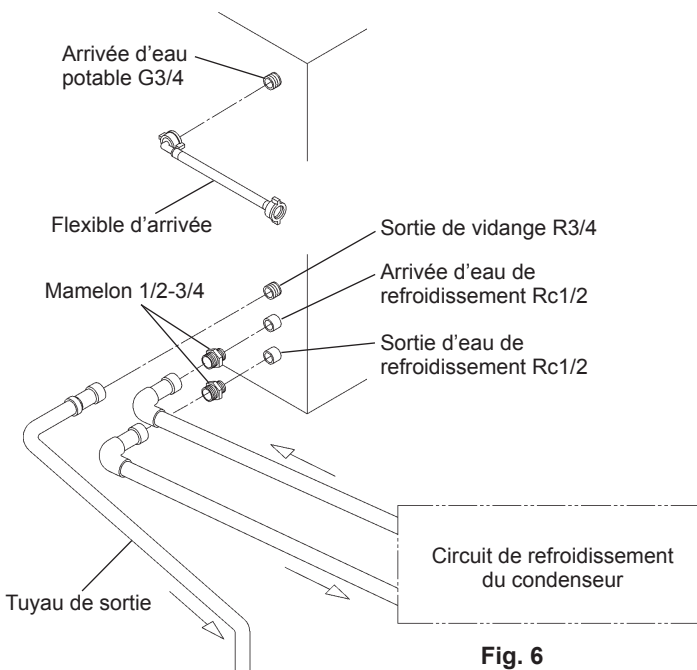

Fig. 6
- * Hoshizaki recommande de raccorder le condenseur refroidi par eau à un système de refroidissement du type à circuit fermé de recyclage comportant une tour, un refroidisseur d'eau ou élément assimilé (voir Fig. 6 et 7). L'approvisionnement en eau doit se faire au moyen d'une vanne à boulet/d'un réservoir de barrage.
[a] Branchements standard conformes aux réglementations WRC au Royaume-Uni (Fig. 6 et 7)
5) Raccorder le circuit de refroidissement du condenseur aux extrémités libres des mamelons 1/2-3/4 comme indiqué (Fig. 6) à l'aide d'un tuyau rigide adapté. Utiliser du ruban PTFE et/ou du mastic d'étanchéité adéquat pour former un joint étanche.